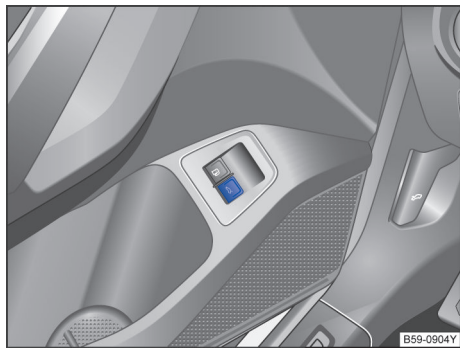

图 60 在驾驶员侧车门内：行李厢盖的开锁按钮
向上拉驾驶员侧车门内的按钮  → 图 60。行李厢盖自动打开。
- 或：向上拉驾驶员车门内的按钮  → 图 60。